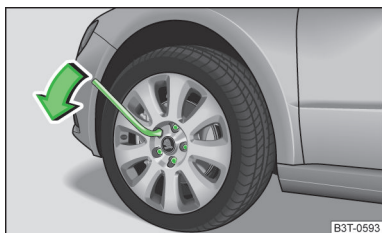

Abb. 179
- Am Schlüsselende fassen und die Schraube etwa **eine** Umdrehung in Pfeilrichtung drehen » Abb. 179.
- Am Schlüsselende fassen und die Schraube entgegen der Pfeilrichtung drehen » Abb. 179, bis diese fest ist.